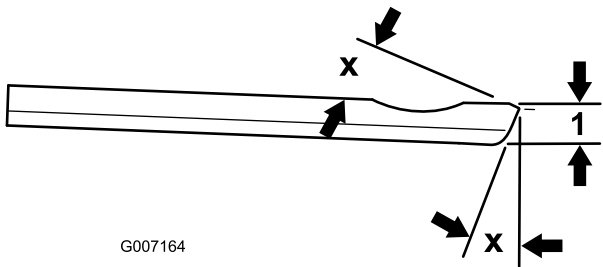

Figura 27
**Nota:** El ángulo de afilado recomendado para la parte superior y delantera de la contracuchilla es de 3 a 7 grados (Figura 27).